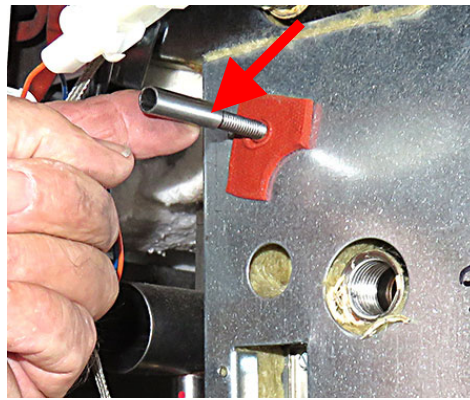

図 50
58. フライヤーの側面にある接続パネルの接続に上限を接続し (図 50 を参照)、適切なコネクタに接続されていることを確認します。
59. 手順 34 で取り外したプレナムスペーサーを再取り付けします (図 50 を参照) .